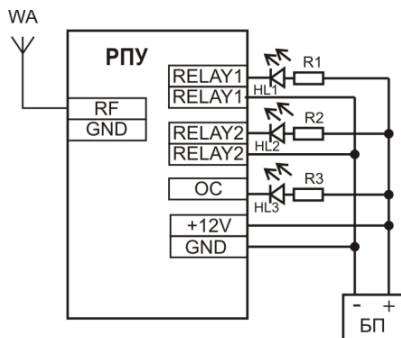

Рисунок 3
- 1) Подключить РПУ согласно схеме проверки (рисунок 3).
- 6) Проверить работу реле и выхода ОК в соответствии с установленными режимами работы по индикации подключенных светодиодов (рисунок 3).